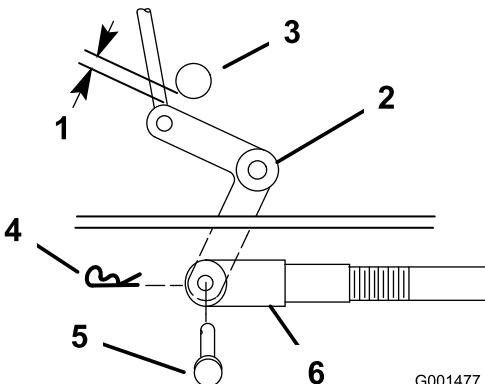
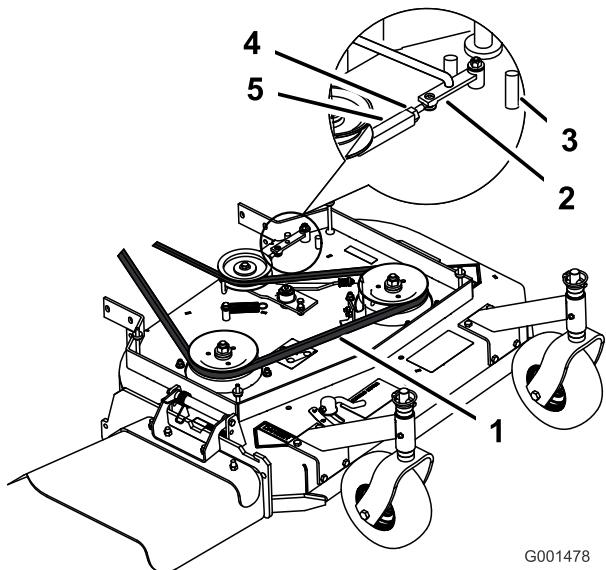
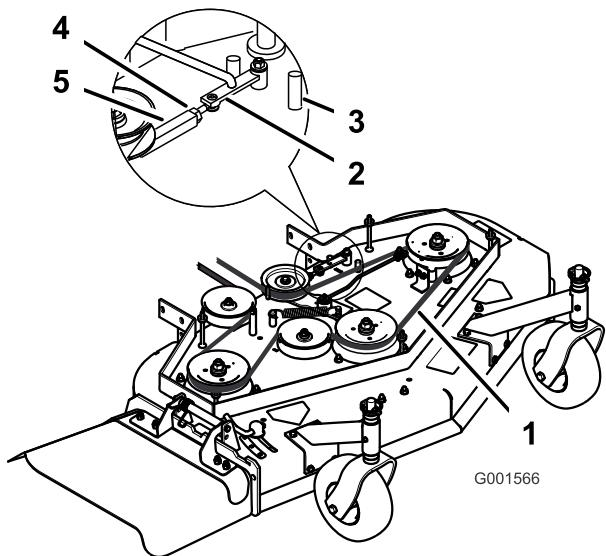

Figure 39
Figure 40
Figure 41
- Vérifiez l'écartement entre l'axe coudé et l'arbre de sortie de transmission (Figure 39).
- Tournez la chape dans le sens horaire sur la tige pour accroître l'écartement, et dans le sens antihoraire pour le réduire (Figure 39).
Remarque: Si le bras d'assistance ne touche pas la butée avant du tablier de coupe (Figure 40 ou Figure 41), réglez la chape de sorte à rapprocher le levier coudé de l'arbre de sortie de transmission (Figure 39).